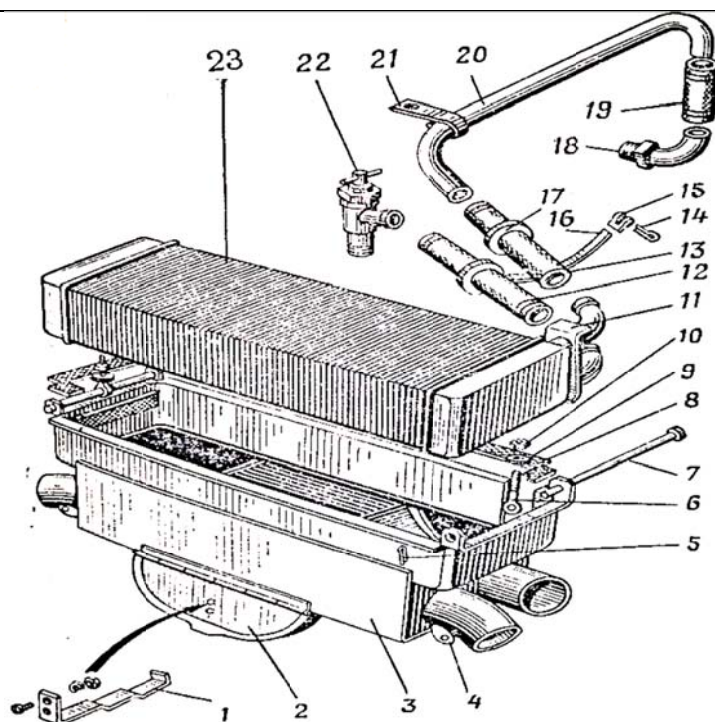

Рис. 1.11. Отопитель:
33. Ослабить стяжные хомуты впускного 12 (рис. 1.11), выпускного 13 и соединительного 19 шлангов отопителя. Отсоединить шланги от краника 22, выпускной трубы 20 и штуцера 18 отопителя	Отвертка 150 × 0,5, плоскогубцы 150
39. Отвернуть запорный кран 22 (рис. 1.11) отопителя	Ключ 22 × 24
44. Ввернуть штуцер 18 (рис. 1.11) отопителя 45. Установить выпускную трубу 20 отопителя в сборе с держателем 21. Ввернуть винт крепления держателя	Ключ 22 × 24
74. Установить соединительные шланги 12 (рис. 1.11), 13, 19 на краник 22, выпускную трубу 20 и штуцер 18 отопителя, затянуть стяжные хомуты	Отвертка 150 × 0,5, плоскогубцы 150